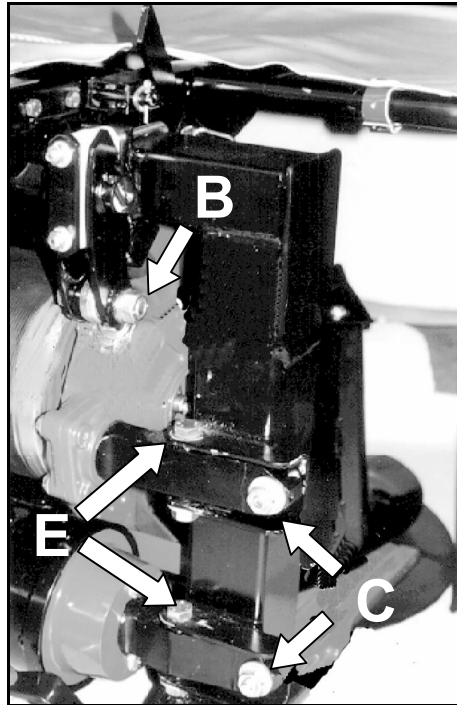

fig.23
- Allentare e sfilare dallo snodo la vite **B** (fig.23).
- Allentare e sfilare le viti **C** ed **E** (fig.23).
- Loosen and extract the screw **B** from the joint (fig.23).
- Loosen and extract screws **C** and **E** (fig.23).
- Desserrer et retirer du joint à rotule la vis **B** (fig.23).
- Desserrer et retirer les vis **C** et **E** (fig.23).
- Aflojar y sacar de la articulación el tornillo **B** (fig.23).
- Aflojar y sacar los tornillos **C** y **E** (fig.23).
- Die Klemmutter vom Gelenk der Schraube **B** (Abb.23) lockern und herausziehen.
- Die Schrauben **C** und **E** (Abb.23) lockern und herausnehmen.